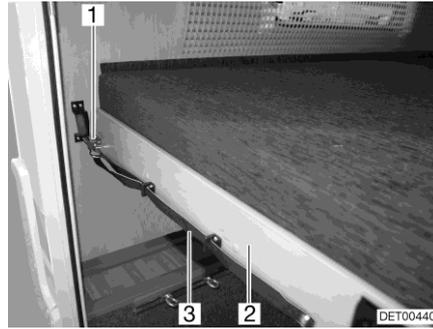

Fig. 74 Letto a castello (parte posteriore)
- Tirare l'asola (Fig. 74,3) e liberare il chiavistello (Fig. 74,1).
- Tirare in avanti il telaio portamaterasso (Fig. 74,2) con il materasso finché non si innesta.